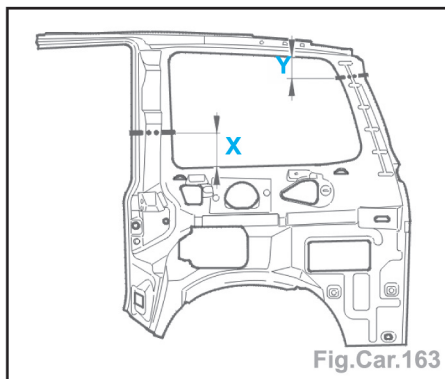

Fig.Car.163
- Tracer, puis découper (coupe définitive) et préparer les bords d'accostage et les protéger par un apprêt soudable (Fig.Car.163).